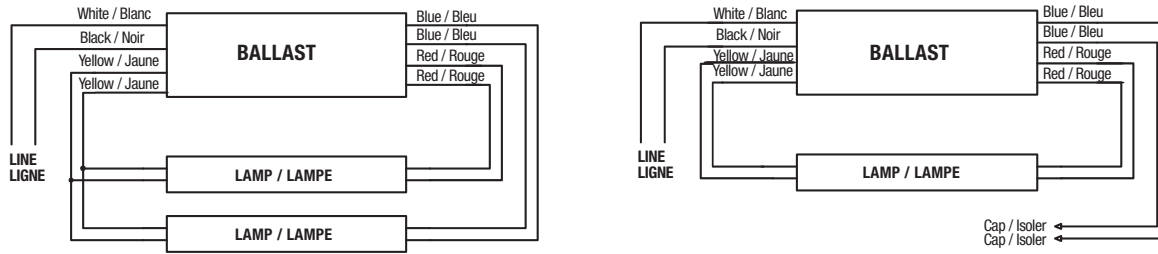
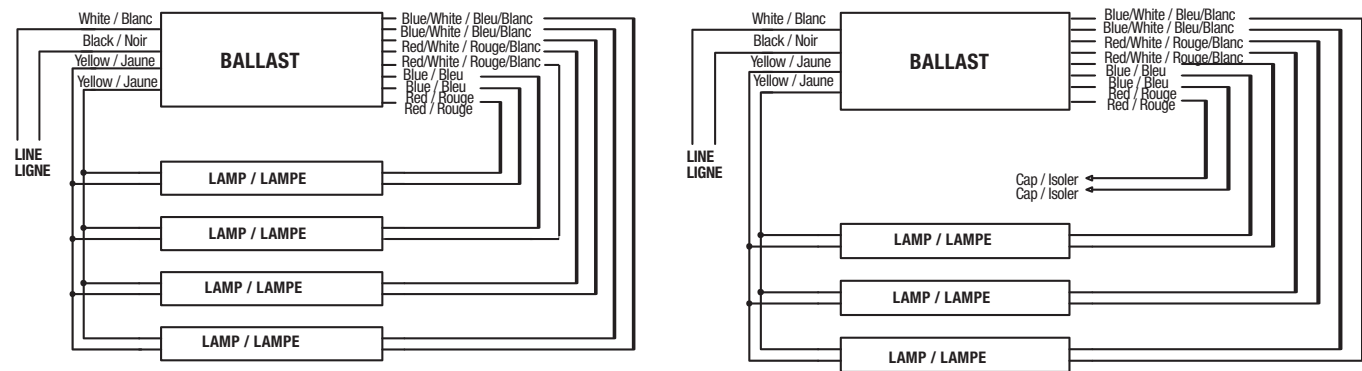

Fig. 5
Fig. 6
- NOTE:** installez une lampe de remplacement LED T5 pour chaque lampe fluorescente retirée (voir les schémas de câblage sur la Fig. 5, Fig. 6).